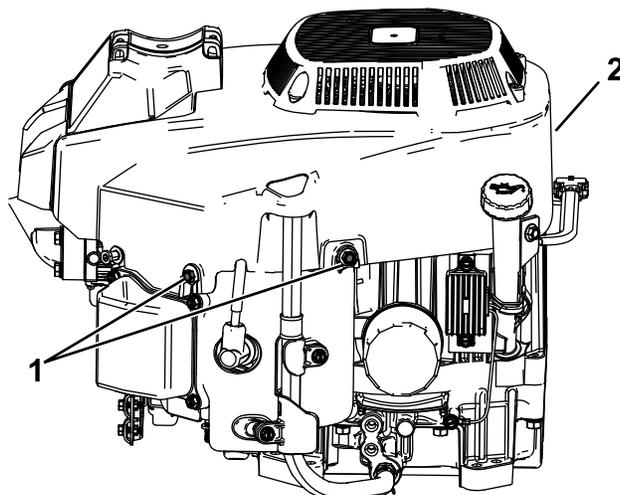

Bild 53
4. Lösen Sie die Schrauben und entfernen Sie das Lüftergehäuse (Bild 53).